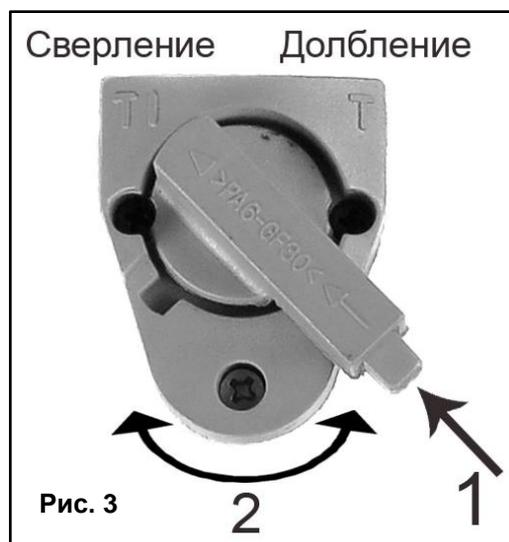

Рис. 3
Для изменения режима работы, нажмите на фиксатор (1) (См. Рис. 3), и переключите указатель на необходимый режим работы (2) (См. Рис. 3).